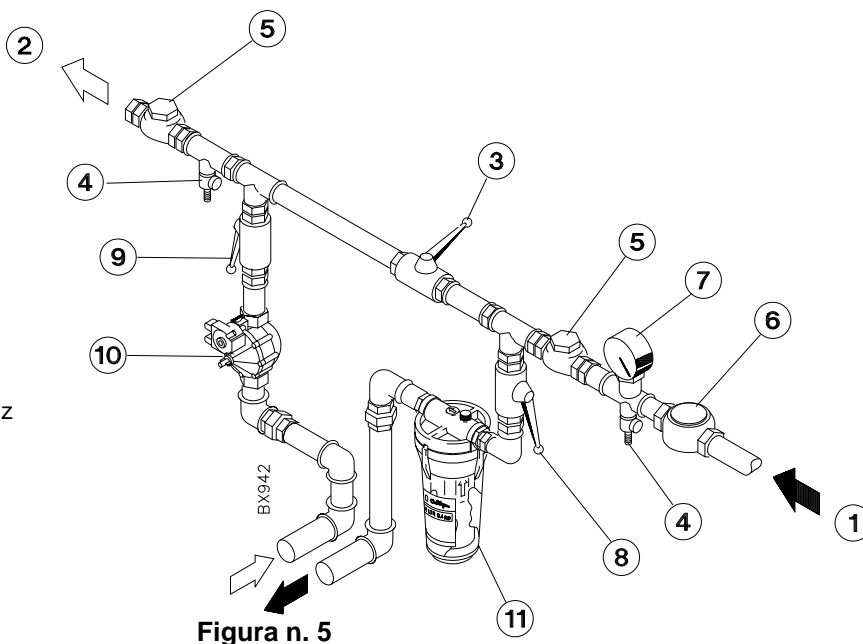

Figura n. 5
1) Arresto dell'acqua (dura) al servizio (rif. Figura n. 5)